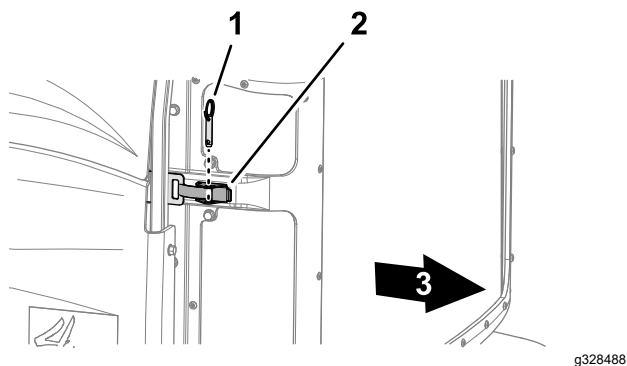

Figura 62
2. Retire o pino esférico do trinco do filtro (Figura 62)